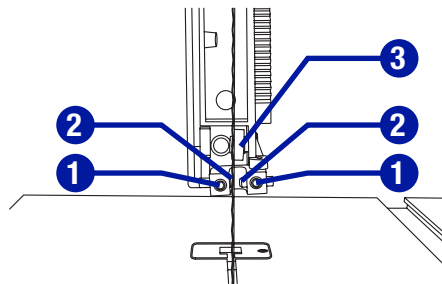

Fig. 18
**ALIGNEMENT DE LA LAME (Fig. 18 à 19)**
- Desserrez les vis (1) afin de régler les goupilles du guide (2) situées sur les côtés de la lame.
- Réglez le roulement à billes (3) à l'arrière de la lame en desserrant le boulon barillet et en repositionnant l'arbre de la lame.
- Desserrez la manette du guide supérieur (4) pour régler la hauteur du guide-lame supérieur (5) afin que le guide-lame soit à 1/4 po (6,35 mm) de la pièce (6). Serrez la molette du guide supérieur après le réglage.